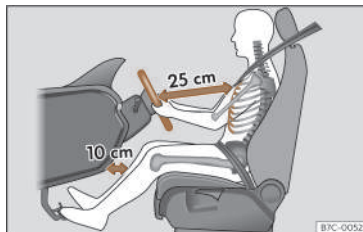

Fig. 14 La separazione corretta tra il conducente e il volante deve essere di 25 cm come minimo (10 pollici).
- Regolare il volante in modo che si trovi a una distanza di almeno 25 cm (10 pollici) dallo sterno >>> **fig. 14** e sia possibile tenerlo con entrambe le mani sui lati, all'esterno, con le braccia leggermente flesse.